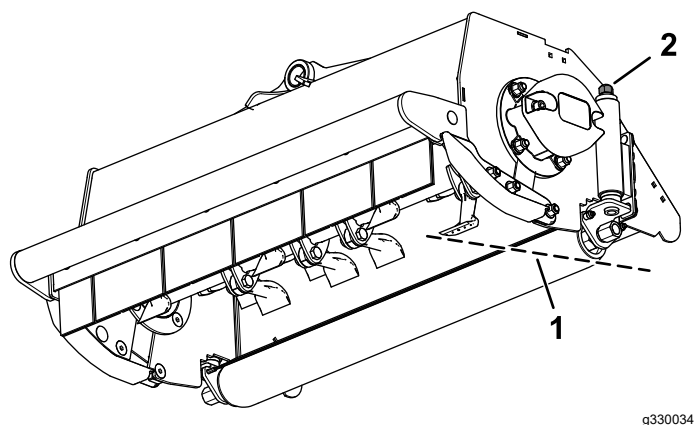

Figure 27
1. Tournez l'écrou de réglage aux deux extrémités dans le sens horaire pour réduire la hauteur de coupe ou dans le sens antihoraire pour augmenter la hauteur de coupe (Figure 27).